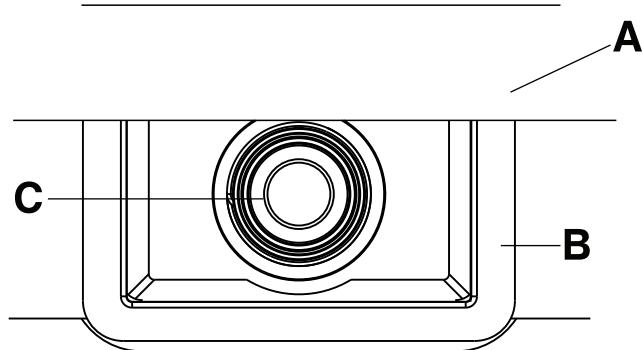
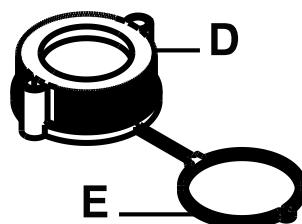

Figura 4-7: Caja de conexión del aire y cuerpo de la válvula
Figura 4-8: Tapón y anilla de sujeción
2. Agarre el cuerpo de la válvula (C) y tire hacia fuera de modo que la caja de conexión del aire (B) se extienda fuera de la funda de la superficie de soporte (A) (Figura 4-7 de la página 4-23).
3. Empuje la anilla de sujeción (E) (Figura 4-8 de la página 4-23) sobre el cuerpo de la válvula (C) (Figura 4-7 de la página 4-23). Gire la anilla de sujeción (E) en sentido horario hasta que haya pasado las roscas en el cuerpo de la válvula (C).
4. Asegúrese de que el tapón (D) (Figura 4-8 de la página 4-23) se enrosque sobre el cuerpo de la válvula (C) (Figura 4-7 de la página 4-23).
5. Empuje la caja de conexión del aire (B) de nuevo en el interior de la superficie de soporte.